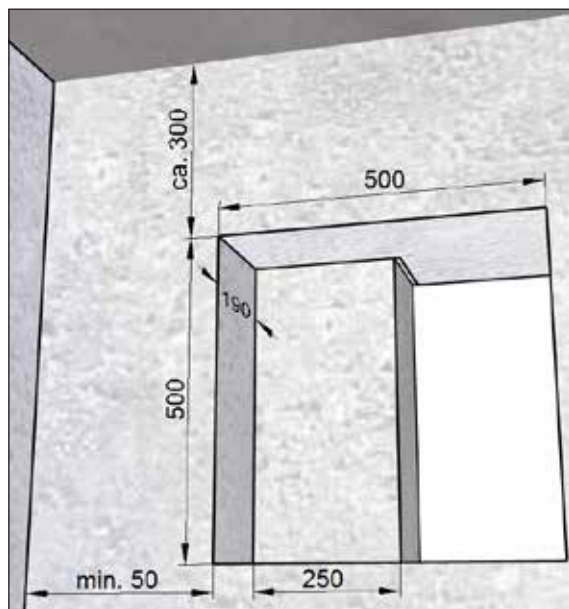

Fig. 8 : Ouverture dans le mur pour le kit de montage **sans** pièce de remplissage, dimensions en millimètres
- Ouverture dans le mur avec niche (voir Fig. 8) pour kit de montage **sans** pièce de remplissage M-WRG-M/Fü
- Ouverture dans le mur avec niche (voir Fig. 8, page 17) pour kit de montage **sans** pièce de remplissage M-WRG-M/Fü